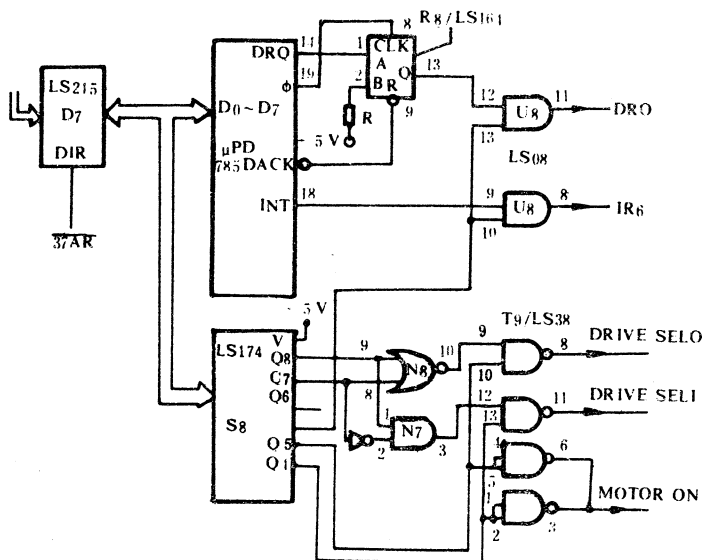

图 3-2 软盘控制器维修图
**故障分析与维修** 从诊断出的“601S”错误提示,可以初步判断是软盘控制器出问题。首先检查双向数据缓冲器 D7 (LS245)及位控制寄存器 S8(LS174)(见图 3-2)。将有内容软盘插入 A 驱动器,利用“dir a:”命令读盘。每读一次盘就用逻辑笔分别测量 D7 的 1、19 端以及对应的输入、输出端,经核查芯体正常。再利用“dir a:”命令去检查 S8(Q1~Q6)输出信号正常。接着用逻辑笔测量 T9 的输出端 8(DRIVESEL0)、11(DRIVESEL1)及 6、3 端(MOTORON)均未发现问题。检查 DMA 请求信号 DRQ2 和中断请求信号 IR6,发现每读一次盘 U8(LS08)的 8 端(IR6)有一正脉冲中断请求信号,而其 11 端(DRQ2)为一负脉冲信号。正常时它应是一正脉冲信号,则该信号出错,不能进入 DMA 传送方式来读盘,出现不读盘现象。进一步检查 U8 正常,但其输入端 12,即芯片 R8(LS164)